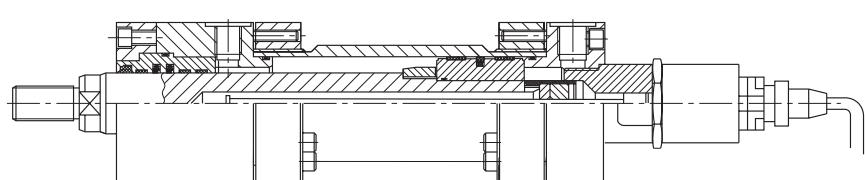

Fig. 2 Transductor magnetoestrtctivo.
### (B) TRANSDUCTOR MAGNETOESTRICTIVO MAGNETOSTRICTIVE TRANSDUCER (Fig. 2)